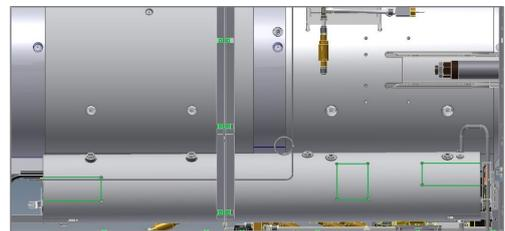

Abb. 9: Ausschnittlinie der Isolierung am Dampferzeuger (Cliniclave 45 M)
2. Die freigelegten beiden Nahtkreuzungen und umliegenden Schweißnähte auf Risse, Krater oder sonstige Oberflächenfehler prüfen. Die Nähte sind in Abb. 9 rot markiert.